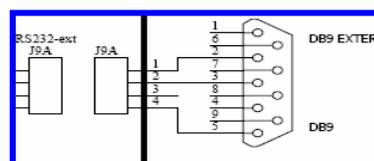

Figura 3.15 Diagrama de pines de la interfaz RS232.
1.- Conectar el cable de Puerto Serie al microcontrolador. Tomar en cuenta la configuración (macho-hembra). En la Figura 3.15 se muestra el diagrama de pines del interface RS232